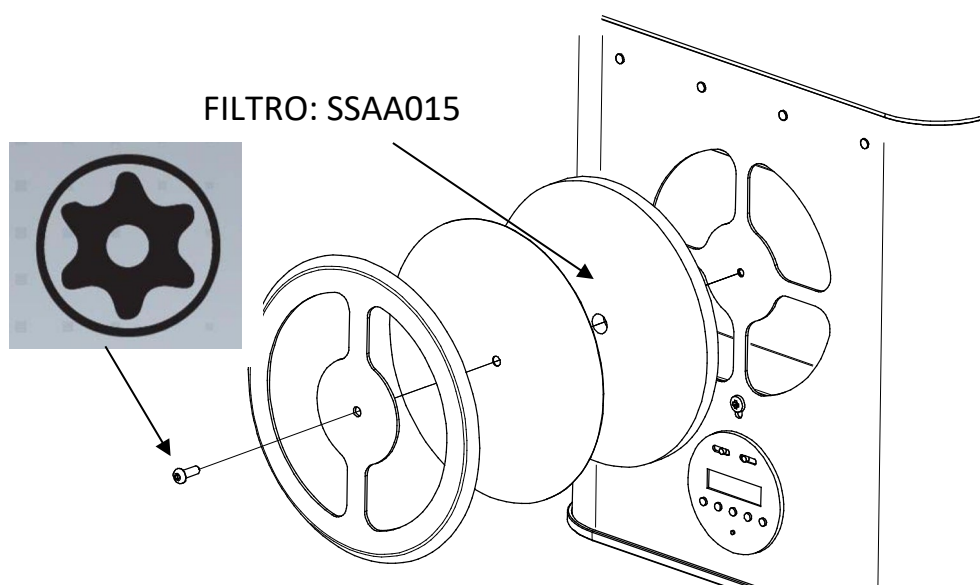

Fig.7
2. Asportare la parte anteriore della bocchetta dove è alloggiato il filtro. ( Fig.7)
4. Ricollocare la parte anteriore della bocchetta nell'ordine mostrato in Fig.7.